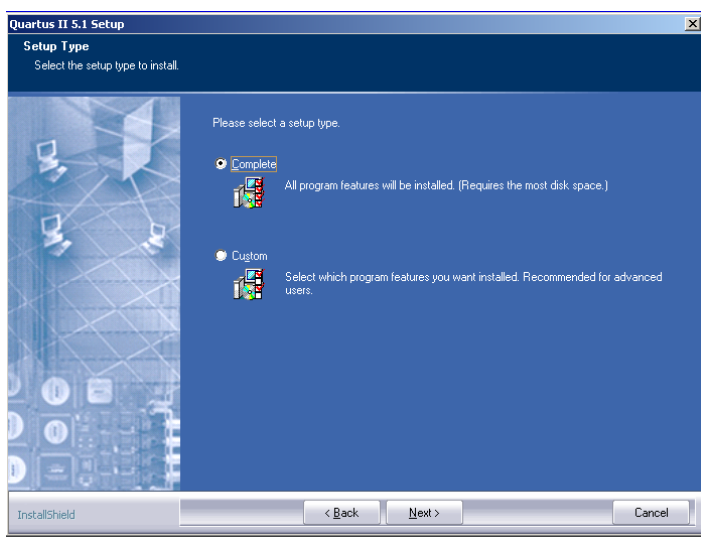

图 3-9 安装类型选择界面
(7) 经过一系列的安装路径的选取和设定之后，可以进入如图 3-9 所示的安装类型选择界面。用户可以选择完全安装模式（需要最大的用户空间）或用户自定义模式安装。